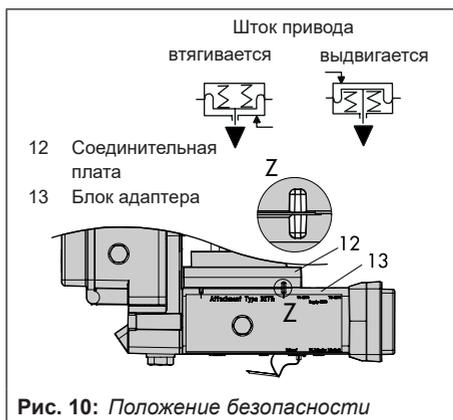

Рис. 10: Положение безопасности
- Вставьте болты (13.1) в центральные отверстия блока адаптера (13).
- Установите соединительную плату (12) с уплотнением (12.1) в соответствии с положением безопасности "Шток привода выдвигается" или "Шток привода втягивается" на болты (13.1). Активным является положение безопасности, при котором
паз блока адаптера (13) совпадает с пазом соединительной платы (12) (Рис. 10).